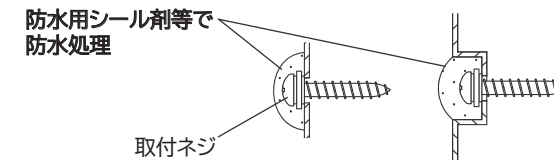

図8
- 切り過ぎたり、穴が裂けてしまった場合は、防水機能が確保できなくなるため、慎重に作業をしてください。(図8)